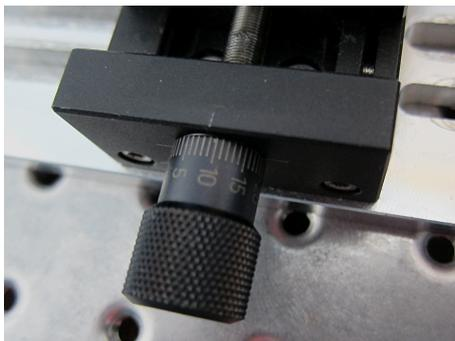

Abbildung 3.1: Ein Teilstrich entspricht einem Verstellweg von 1/100 mm.
3. Drehen Sie langsam am Einstellknopf des Lineartisches (Bild 3.1), so dass Sie eine (mehr oder weniger schnelle) Abfolge von sich abwechselnden Intensitätsmaxima und Intensitätsminima am Lichtdetektor beobachten können. Wie weit (in Einheiten der Lichtwellenlänge) wurde der Tisch verschoben, wenn aus einem Maximum ein Minimum und dann wieder ein Maximum wird? *Notieren Sie im logbook*.
Jetzt wollen wir uns quantitativ mit der Genauigkeit der Messmethode beschäftigen. Dabei spielt die Linearverstellung (am justierbaren Spiegel) die zentrale Rolle (Bild 3.1). Ein Teilstrich entspricht einer Verstellung um $10\ \mu\text{m} = 1/100\ \text{mm}$.